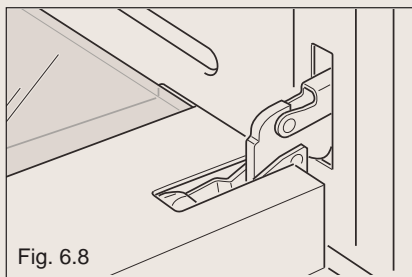

Fig. 6.8
- * Verrouillez la porte en position ouverte (fig. 6.8).